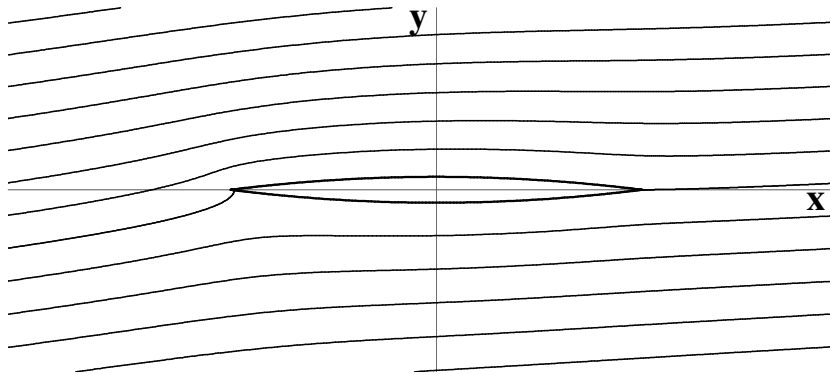

Figura 1
2. Considere o escoamento permanente, bi-dimensional, potencial de um fluido incompressível em torno de um cilindro circular. O cilindro tem um raio de 1m e está centrado em $\zeta_o = \xi_o + i\eta_o$. O escoamento de aproximação uniforme faz um ângulo α com o eixo real ξ e tem uma velocidade com um módulo igual a U_∞ . No centro do cilindro existe um vórtice de intensidade Γ que garante que a intersecção do cilindro com o eixo real positivo é um ponto de estagnação. O perfil representado na figura 1 foi obtido a partir da transformação conforme de Kármán-Trefftz